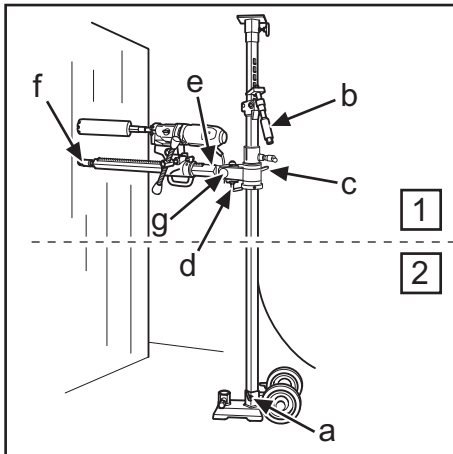
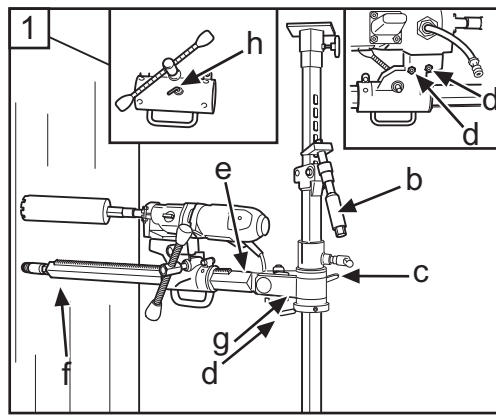

Fig.3
Fig.4
- Para perforar a más de 1,5 m de altura, el tubo exterior grueso debe estar orientado hacia arriba, y al revés para perforar a menos de 1,5 m de altura. Comprobar que el puntal está bloqueado en la placa base con el tornillo de fijación (a) (fig. 3).
- 5. Fijar la caja de alimentación en la columna de perforación (h) (fig. 4).
- 6. Montar la perforadora en la fijación rápida de la caja de alimentación. Apretar las tuercas cónicas (d) (fig. 4/12) con una llave de 24 mm.
- Se a perfuração vai ser feita a uma altura superior a 1,5 m, o tubo grosso externo deverá estar voltado para cima, ou ao contrário se vai ser feita abaixo de 1,5 m. Certifique-se de que a escora está travado na placa base com o parafuso de bloqueio (a) (Fig. 3).
- 5. Fixe a caixa de alimentação na coluna de perfuração (h) (Fig. 4).
- 6. Monte a perfuradora na fixação rápida da caixa de alimentação. Aperte as porcas cónicas (d) (Fig. 4/12) com a chave de 24 mm.
- When drilling is to be performed at a height greater than 1.5 metres, the heavier outer tube should be turned upwards and vice versa when drilling below 1.5 metres. Check that the support column is clamped in the base plate with the locking bolt (a) (Fig. 3).
- 3. Clamp the telescopic support column against the ceiling, choose the closest hole in the holed inner tube. Clamp using the support column handle (B) and screw the last bit using a 24 mm spanner, do not clamp too tight.
- 5. Secure the feed housing on the drill column (h) (Fig. 4).
- 6. Fit the drilling machine in the quick-action attachment on the feed housing. Tighten the conical nuts (d) (Fig. 4/12) with a 24 mm spanner.
- Inclinar la columna de perforación hacia atrás y fijarla con el mango en L (d) y la tuerca (g) (figura 3). Para la perforación inclinada, aflojar el mango en L (d) e inclinar la columna de perforación en el ángulo deseado, apretando la tuerca (g) con una llave de 30 mm (fig. 4).
- Controlar la posición de la broca de corona. Enroscar el tornillo de puntal (f) (fig. 3/7) contra la pared para fijar la columna de perforación. Fijar con una tuerca de seguridad de 30 mm (f) (fig. 3/7), usando una regla de madera o similar como separador.
- La columna de perforación es girable en 360° y se fija en cada posición con un tornillo Allen de 8 mm (e) (fig. 3/4).
- Incline novamente e levante a coluna de perfuração, fixe com o punho em L (d) e a porca (g) (fig. 3). Para perfuração inclinada, afrouxa-se o punho em L (d) e coloca-se a coluna de perfuração na posição desejada apertando a porca (g) com a chave de 30 mm (Fig. 4).
- Controlar a posição da coroa da broca. Enroscar o parafuso de escora (f) (Fig. 3/7) contra a parede para fixar a coluna de perfuração. Fixar com a porca de segurança de 30 mm (f) (Fig. 3/7), usando um calço de madeira ou similar como separador.
- A coluna de perfuração pode rodar 360° e é fixada na posição desejada com uma chave Allen de 8 mm (e) (Fig. 3/4).
- Tilt back and fold up the drill column, secure with the L-handle (d) and nut (g) (fig. 3) When angle drilling loosen the L-handle (d) and the drill column is set at the required angle by tightening the nut (g) using a 30 mm spanner (Fig.4).
- Check the position of the drill bit. Screw in the support column screw (f) (Fig. 3/7) against the wall to secure the drill column. Secure with the locking nut 30 mm (f) (Fig. 3/7), use a wooden batten or the like as packing.
- The drill column can be turned through 360° and locked in respective positions using an 8 mm hex-key (e) (Fig. 3/4).